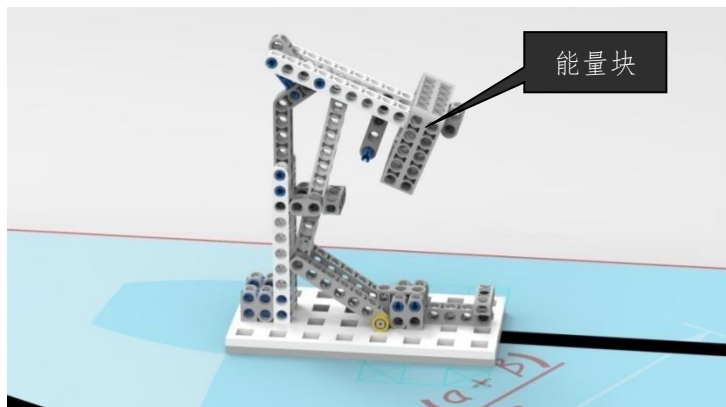

图 2 任务模型上的能量块
3.2.1 场地任务模型上放有 2 个能量块，如图 2 所示。